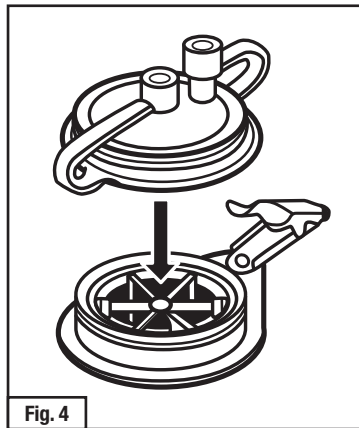

Fig. 4
6. **3500/3510 y 3550/3551:** Cierre la tapa de elución (con tapones) en el cuerpo principal del monitor (Fig. 4); asegúrese que los dos tapones estén fijos. Registre el tiempo de muestreo final en la parte posterior del monitor. Ahora el monitor está listo para su envío.